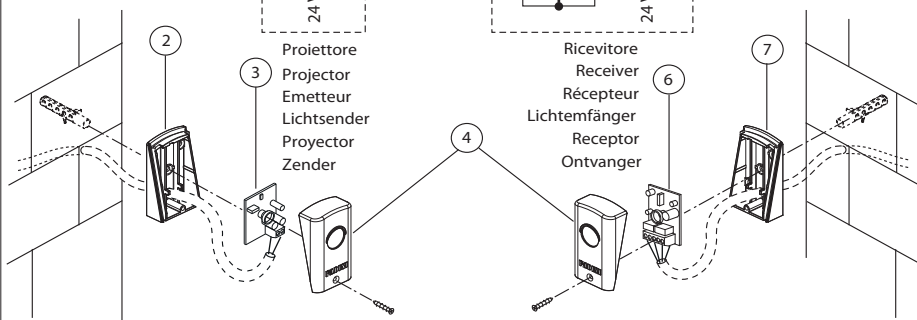
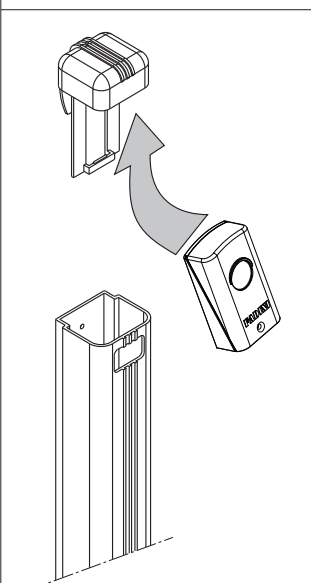
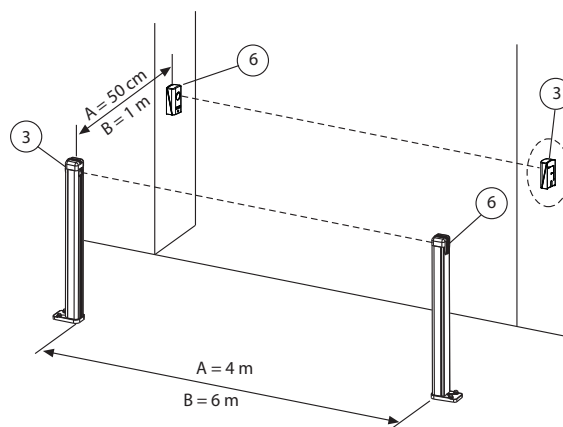

Fig. 2
Fig. 3
Fig. 4
La fotocellula **Trifo 11** è un dispositivo di sicurezza che consente l'arresto o l'inversione del movimento di un ingresso automatizzato quando viene interrotto il fascio di luce infrarossa emesso da un proiettore (3) e da un ricevitore (6). È presente nel ricevitore (6) un led rosso interno che si accende quando è interposto un ostacolo che interrompe il fascio di luce emesso, oppure nel caso le fotocellule non siano allineate tra loro. **Fissaggio a parete della trifo 11 (fig. 2):** si devono mettere a nudo i contenitori (2) e (7), poiché dietro le schede del ricevitore (6) e del proiettore (3) c'è il foro di fissaggio mediante tassello a muro, il quale funge anche da indicatore di allineamento per entrambi i componenti: come prima operazione svitare la vite di fissaggio (5) e togliere il coperchio (4), poi estrarre la scheda (3) allargando le due linguette laterali del fondo contenitore (2). **Fissaggio su colonnetta (fig. 3 e fig. 4):** le colonnette (8) in alluminio anodizzato sono fornite ad una altezza da terra prefissata, da installarsi tramite un cono di espansione (9) allo zoccolo di base (10) con la vite (11), quindi il tutto va ancorato a pavimento con i tasselli (12). L'estremità superiore della colonnetta (8) è munita di coperchio di custodia (1), all'interno del quale va agganciato il gruppo proiettore (3) o il gruppo ricevitore (6) (fig. 3), che verranno definitivamente fissati alla colonnetta (8) dalla vite (14). I cavi elettrici di alimentazione devono essere inseriti nei fori dei contenitori (2) e (7) prima del loro fissaggio. Per allineare il proiettore (3) e il ricevitore (6) bisogna fissarli alla stessa altezza uno di fronte all'altro ad una distanza di non oltre 6 metri. Per due coppie di fotocellule (fig. 4), una di fianco all'altra, è necessario installare a fianco del proiettore (3) di una coppia il ricevitore (6) dell'altra coppia: per distanze tra proiettore (3) e ricevitore (6) fino ai 4 metri l'altra coppia deve scostarsi di 50 cm; oltre i 4 metri lo scostamento tra le due coppie deve aumentare in proporzione (dagli 80 - 100 cm e oltre). (*) la distanza diminuisce in presenza di nebbia, pioggia o polveri.
La photocellule **Trifo 11** est un dispositif électronique de sécurité qui permet l'arrêt ou l'inversion du mouvement du portail automatique lorsque le faisceau de lumière, émis par un émetteur (3) et par un récepteur (6), est interrompu par un obstacle. Dans le récepteur (6), une led rouge interne s'allume lorsque le faisceau est interrompu ou dans le cas les photocellules ne sont pas bien alignées. **Fixation murale de la cellule Trifo 11 (Fig. 2):** il faut mettre à nu le boîtier (2) et (7), en retirant les cartes (6) et (3) car la fixation des boîtiers de l'émetteur et du récepteur se fait par un trou de fixation au moyen d'une cheville au mur qui sert d'indication pour l'alignement pour les deux composants; la première opération à faire est dévisser la vis de fixation (5) et enlever le couvercle (4), puis tirer la carte (3) en écartant les deux entailles dans le fond du boîtier (2). **Fixation sur potelet (Fig. 3 et 4):** les potelets (8) en aluminium anodisé sont fournis avec la même hauteur. Ils sont à installer au moyen d'un cône d'expansion (9) à la base (10) au moyen d'une vis (11), pour la fixation au sol avec des chevilles (12). L'extrémité supérieure du potelet (8) est fourni avec le couvercle (1) où à l'intérieur on va clipser l'émetteur (3) ou le récepteur (6) (Fig. 3) qui doivent être ensuite fixés au potelet (8) au moyen de la vis (14). Les câbles électriques doivent être introduits dans les trous des boîtiers (2) et (3) avant la fixation. Pour aligner l'émetteur (3) et le récepteur (6), il faut les fixer à la même hauteur, un en face à l'autre, à une distance de 6 mètres maximum. Si on installe deux paires de photocellules (fig. 4), une à côté de l'autre, il faut croiser les émetteurs (3) et les récepteurs (6). Pour une distance entre l'émetteur (3) et le récepteur (6) jusqu'à 4 mètres (A), l'autre paire doit s'éloigner de 50 cm (A); pour une distance supérieure à 4 mètres, les deux paires doivent s'éloigner en proportion (de 80 à 100 cm et plus). (*) La distance diminue en présence de brouillard, pluie ou poudres.
Die Lichtschränke **Trifo 11** ist eine Sicherheitsvorrichtung, die das Halten oder die Umkehrung der Bewegung der automatisierten Zufahrt erlaubt, wird der infrarote Lichtstrahl, der von dem Lichtsender (3) zu einem Lichtempfänger (6) ausgesandt wird, unterbrochen. Im Lichtempfänger (6) befindet sich eine rote Innenled, die aufleuchtet, wenn ein Hindernis den Lichtstrahl unterbricht oder wenn die Fotozellen nicht gut miteinander ausgerichtet sind. **Wandmontage der Trifo 11 (Abb. 2):** die Gehäuse (2) und (7) abmontieren, da die Befestigung der Fotozelle hinter der Empfänger- (6) und Sender-Platine (3) durch einen Wanddübel erfolgt, der auch als Ausrichtungsanzeiger für beide Komponenten dient. Zuerst die Befestigungsschraube (5) lösen und den Deckel (4) entfernen, danach die Platine (3) herausziehen, indem die seitlichen Klappen der Hinterseite (2) des Gehäuses ausgebreitet werden. **Montage auf der Säule (Abb. 3 und 4):** die Säulen (8) aus eloxiertem Aluminium werden nach bestimmten Höhen ausgeliefert und werden auf dem Grundsockel (10) durch einen Expansionskegel (9) mittels der Schraube (11) montiert, alles wird am Boden durch Dübel verankert (12). Die Spitze der Säule (8) ist mit einer Halter-Deckel (1) ausgestattet, woran der Lichtsender (3) oder der Lichtempfänger (6) (Abb. 3) gehängt werden; alles wird mittels der Schraube (14) an der Säule (8) befestigt. Vor der Befestigung müssen die elektrischen Kabel in die Löcher der Gehäuse (2) und (7) eingesetzt werden. Zur Ausrichtung des Lichtsenders (3) und des Lichtempfängers (6) müssen sie auf gleicher Höhe gegenüberliegend, in einem Abstand von höchstens 6 Meter montiert werden. Wenn zwei Lichtschränkenpaare montiert werden (Abb. 4), muss der Lichtsender (3) eines Paares neben dem Lichtempfänger (6) des anderen Paares installiert werden: wenn der Abstand zwischen Lichtsender (3) und Lichtempfänger (6) 4 Meter ist (A), muss das andere Lichtschränkenpaar 50 cm entfernt installiert werden (A); über 4 Meter muss der Abstand zwischen den zwei Paaren verhältnismässig steigern (80-100 cm und mehr). (*) Die Reichweite verringert bei Nebel, Regen und Pulver.
La fotocélula **Trifo 11** es un dispositivo de seguridad que permite parar o invertir el movimiento de un paso automatizado en cuanto se corte un haz de luz infrarroja emitido por un proyector (3) y recibido por un receptor (6). En el receptor (6) hay un led rojo a su interior, que se enciende cuando hay un obstáculo interpuesto que corta el haz de luz emitido, o bien cuando las fotocélulas no estén alineadas entre sí. **Sujeción empotrada del aparato trifo 11 (fig. 2):** hay que poner en descubierto la caja (2) y (7), porque detrás de las fichas del receptor (6) y del proyector (3) se encuentra el agujero de sujeción por medio de un taco empotrado, que sirve también de indicador de alineación de ambos componentes: como primera operación, desatornillar el tornillo sujetador (5) y quitar la tapa (4), a continuación sacar la ficha (3), ensanchando ambas lengüetas laterales del fondo de la caja (2). **Sujeción en una columnita (fig. 3 y fig. 4):** se suministran las columnitas (8) en aluminio anodizado con una altura desde el suelo preestablecida, y hay que instalarlas por medio de un cono de expansión (9) en la base (11) por medio del tornillo (12), a continuación hay que anclar todo en el pavimento por medio de los tacos (13). El extremo superior de la columnita (8) está provisto de una tapa protectora (1), al interior de la cual hay que enganchar el grupo proyector (3) o el grupo receptor (6) (fig. 3), que se van a sujetar definitivamente en la columnita (8) por el tornillo (14). Hay que colocar los cables eléctricos de suministro en los agujeros de las cajas (2) y (7) antes de sujetarlas. Par alinear entre sí el proyector (3) y el receptor (6), hay que sujetarlos a la misma altura el uno delante del otro a una distancia que no sobrepase los 6 metros. Para dos pares de fotocélulas (fig. 4), el uno al lado del otro, hay que instalar al lado del proyector (3) de un par, el receptor (6) de otro par; en caso de que la distancia entre el proyector (3) e el receptor (6) no sobrepase los 4 metros (a), el otro par tiene que encontrarse a 50 cm de distancia (a); en caso de distancia mayor de 4 metros, tendrá que aumentar proporcionalmente la distancia entre ambos pares (alcanzando los 80-100 cm y más). (*) la distancia disminuye en presencia de niebla, lluvia o polvos.